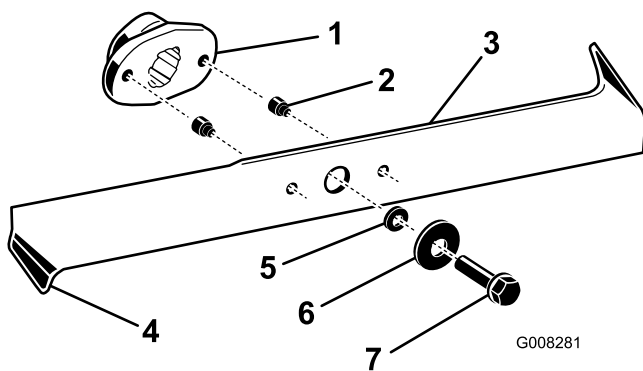

Figura 38
2. Controllate i taglienti (Figura 38). Se i taglienti non sono affilati o presentano intaccature, togliete le lame ed affilatele; vedere Affilatura delle lame.
3. Controllate le lame, in particolare i bordi curvi (Figura 38). In caso di usura o scanalature in questa
4. Sostituite immediatamente i perni di sicurezza se sono spezzati (Figura 38).
3. Togliete i bulloni, le rondelle e le lame (Figura 38). In sede di rimozione dei bulloni, per bloccare le lame inserite un blocco di legno tra ogni lama e il tosaerba.
1. Montate le lame, le rondelle e i bulloni delle lame (Figura 38).